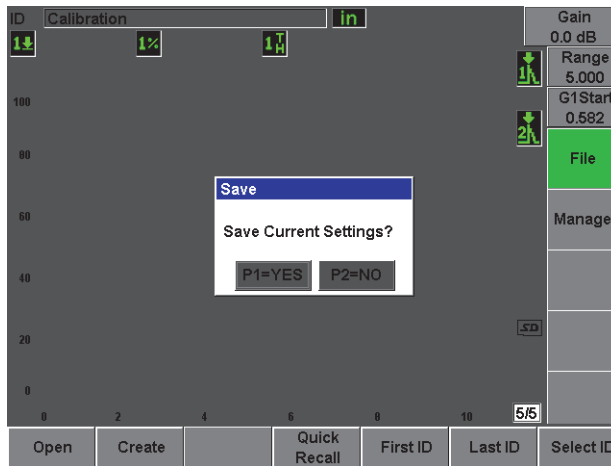

Figura 2-21 La finestra di dialogo Save
- Premere **Save** (Salva) [vedi Figura 2-21 a pagina 58].